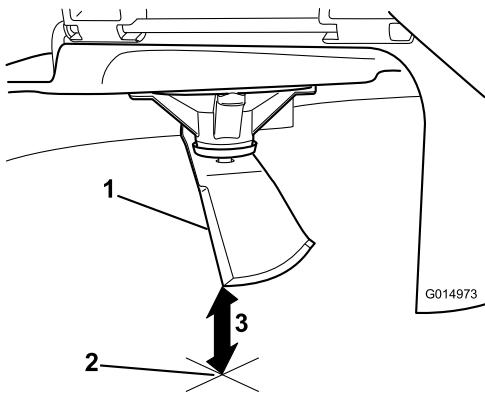

Figura 93
- Mida desde la punta de la cuchilla hasta la superficie plana (Figura 93).